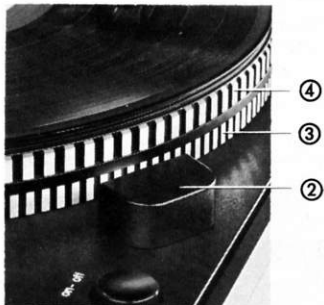

Abb. 6
③ gilt für $33\frac{1}{3}$ U/min und die obere ④ für 45 U/min (Abb. 6). Bewegen sich die beleuchteten Striche in Drehrichtung des Plattentellers, ist die Drehzahl zu groß, bewegen sie sich entgegengesetzt, ist die Drehzahl zu klein. Die Drehzahl stimmt genau, wenn die beleuchteten Striche scheinbar stillstehen.